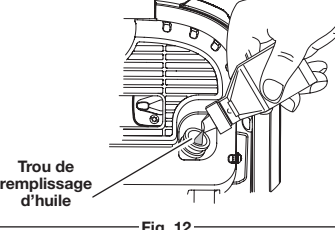

Fig. 12
3. Versez la totalité du flacon d'huile dans le trou de remplissage d'huile (Fig. 12).